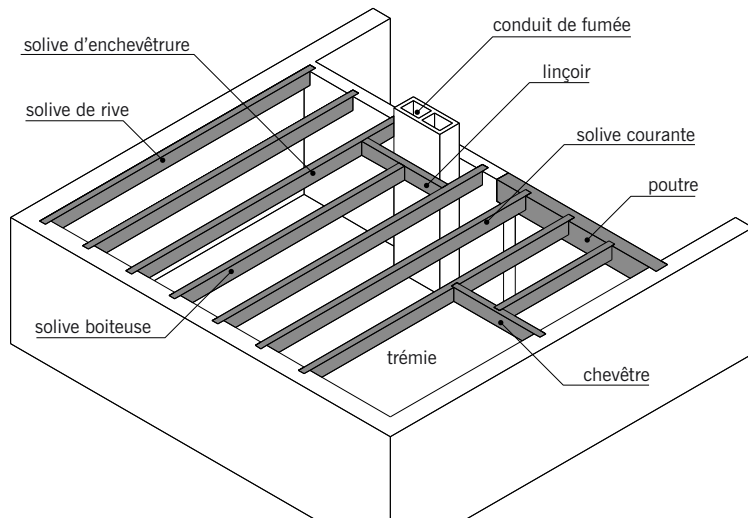

fig. 4.21
On appelle **solivage** l'ensemble de solives d'un plancher. On distingue plusieurs types de solives (fig. 4.21) :
■ La **poutre** (fig. 4.21) : longue pièce de bois, horizontale, de forte section (au moins 15-cm x 20-cm) sur laquelle reposent les solives. La poutre principale d'un plancher en bois est appelée **poutre maîtresse**.
■ Le **chevêtre** (fig. 4.21) : pièce de bois disposée parallèlement à un mur et à distance de celui-ci pour ménager un espace libre dans le plancher (trémie). Le chevêtre prend appui sur les solives d'enchevêtre et supporte l'extrémité de solives boiteuses.
■ Le **linçoir** (fig. 4.21) : sorte de chevêtre mis en place devant un conduit de fumée, un ébrasement de baie ou une portion de mur inapte à supporter les solives. La principale différence entre le linçoir et le chevêtre est que ce dernier est beaucoup plus éloigné du mur.